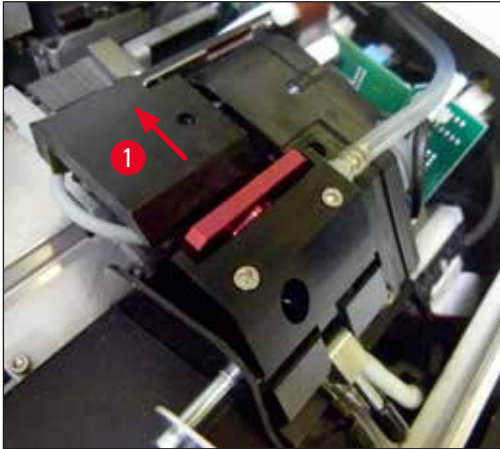

Fig. 54
2. O cabeçote da impressora (→ "Fig. 54-1") se move para cima até uma posição aprox. 1 cm longe do lábio de vedação (→ "Fig. 54").